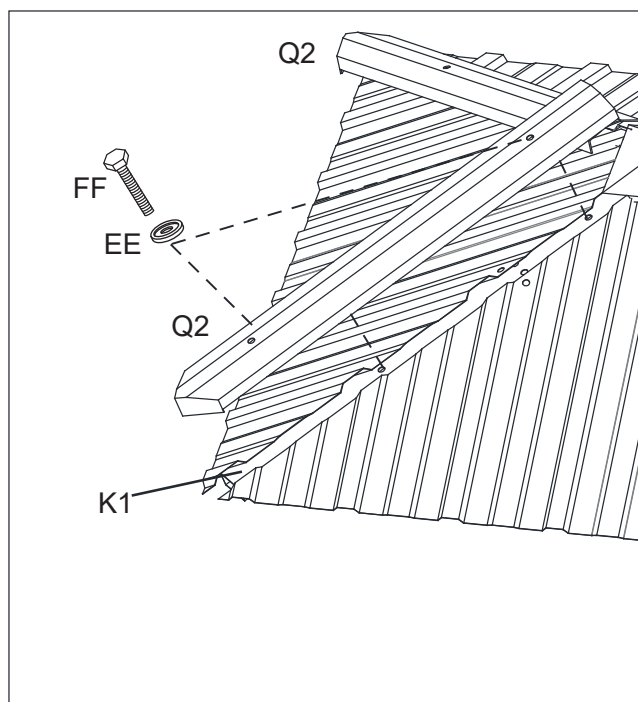

Figure 14-1
14.1. Fixer la garniture d'angle de l'évent de toit (Q2) au support d'angle de l'évent de toit (K1) à l'aide du boulon (FF) et de la rondelle (EE). Voir la figure 14.1.